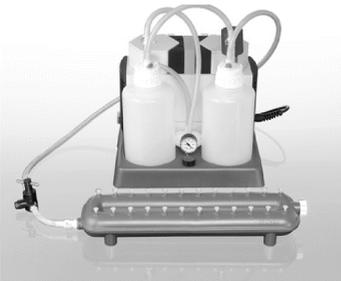

图 2. QIAvac 24 Plus、QIAvac Connecting System 及 Vacuum Pump。
在 QIAvac 24 Plus 上处理 QIAamp Mini 离心柱时需用到一次性 VacConnector 和可重复使用的 VacValve。可将 VacValve（可选）直接插入 QIAvac 24 Plus 歧管的鲁尔插槽中并确保流速的稳定，以便可更好地并行处理不同的样本量。在样本流速明显不同的情况下，为确保真空稳定，应该采用 VacValve。VacConnector 是一次性连接器，可安装在 QIAamp Mini 离心柱和 VacValve 之间或 QIAamp Mini 离心柱与 QIAvac 24 Plus 的鲁尔插槽之间。这样做可防止纯化过程中离心柱和 VacValve 之间发生直接接触，从而可避免样本间发生交叉污染。VacConnector 在用完一次后应丢弃。由于溶液量较大，因此需要采用 QIAvac Connecting System（或用废液瓶组建类似装置）（请参见图 2）。
- 真空压力是指真空歧管内部压力与大气压力之间的压差（标准大气压为 1013 mbar 或 760 mm Hg）。真空压力可使用 QIAvac Connecting System 进行测定（请参见图 2）。本手册中的操作方案将需要使用可产生 -800 至 -900 mbar 压力的真空泵（例如 QIAGEN Vacuum Pump）。务必避免使用更高的真空压力。使用低于建议值的真空压力可能会导致核酸产量和纯度下降，并可增大膜堵塞风险。